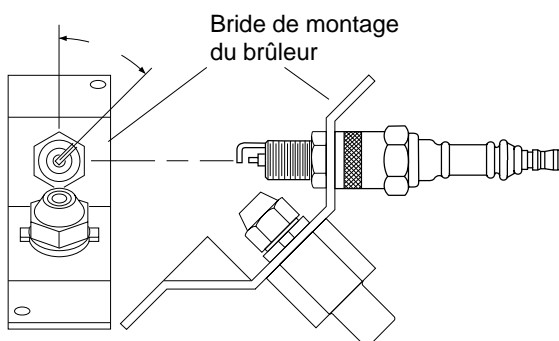

Figure 19 - Mise en place de la bougie, modèle 35 seulement
10. Reposez la bougie sur la bride de montage du brûleur. Faites tourner la bride de façon à positionner les électrodes de la bougie comme montré sur la Figure 19.